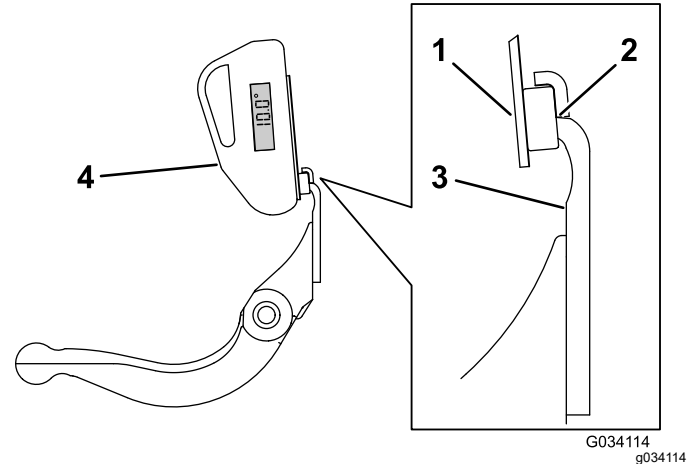

Рисунок 23
3. Установите крепление индикатора угла на кромке неподвижного ножа так, чтобы кромка магнита совпала с кромкой неподвижного ножа (Рисунок 23).
4. Установите индикатор угла на крепление, как показано на Рисунок 23.